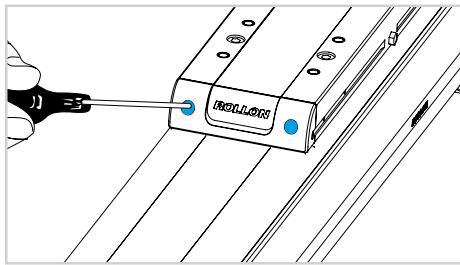

図 2
- 1) フロントネジを緩めて、フロントパネルを両端から取り外します(図 2)。